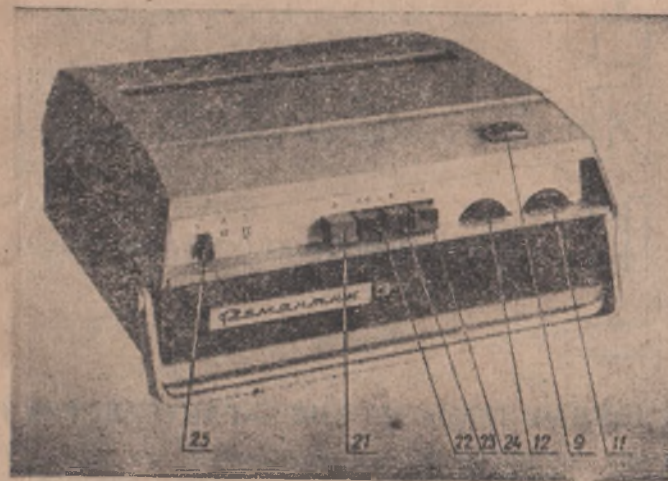

Рис. 2.
Для установки нормального уровня записи в режиме «Запись» и контроля за напряжением источников питания в режиме «Воспроизведение» имеется стрелочный индикатор (9) рис. 2.
Переключение режимов работ магнитофона осуществляется четырьмя кнопками кнопочного переключателя (рис. 2)